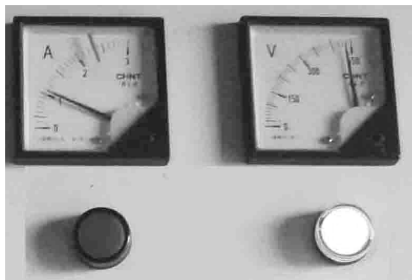

图 2-30 检查配电柜上的电压、电流表是否正常
2) 检查配电柜上的电压、电流表是否正常 电动机运行时三相绕组的工作电压和电流应基本平衡。电源电压都可以造成电动机发热,绕组电流的变化预示着电动机故障的前兆。所以巡查时应注意监视电源电压及电动机的电流。这可以通过配电柜上的电压、电流表来监视电源及三相不平衡情况,如图2-30所示。正常时三相电压的波动不应超过 $10\%$ ,不平衡度不应超过 $5\%$ 。电动机的工作电流不应超过其额定电流,三相电流的不平衡度不应大于 $10\%$ 。超出此范围就会影响电动机的正常运行。同时注意配电柜上的指示、